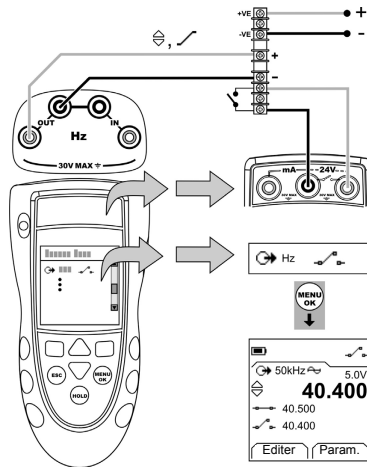

Figure 6 : Exemple de configuration - Test de contact
1. Connecter l'instrument (Figure 6) et, si nécessaire, régler la *Configuration* (Tableau 1).